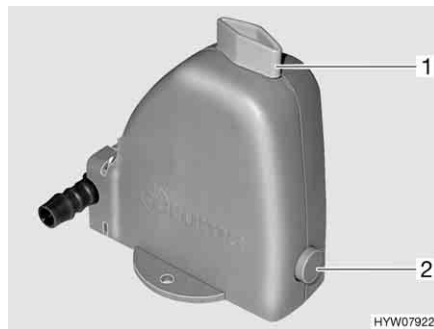

Fig. 222 Valve de sécurité et de vidange du chauffe-eau
Le chauffe-eau est équipé d'une valve de sécurité et de vidange (Fig. 222). La valve de sécurité et de vidange empêche que l'eau ne gèle dans le chauffe-eau lorsque le chauffage n'est pas allumé en cas de gel.
- Fermer la valve de sécurité et de vidange. Tourner pour cela le bouton rotatif (Fig. 222,1) dans le sens transversal par rapport à la valve de sécurité et de vidange et enfoncer le bouton-poussoir (Fig. 222,2).
- Ouvrir la valve de sécurité et de vidange. Tourner le bouton rotatif (Fig. 222,1) dans le sens longitudinal par rapport à la valve de sécurité et de vidange. Le bouton-poussoir (Fig. 222,2) ressort. Le chauffe-eau est vidé à l'extérieur par le biais de la valve de sécurité et de vidange.